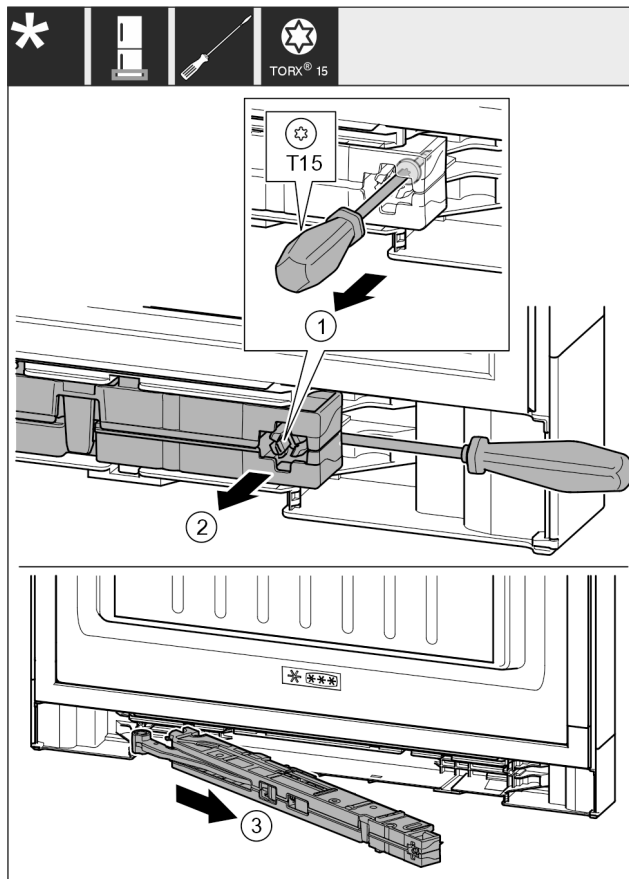

Fig. 17
- ▶ Soltar el tornillo de la unidad del amortiguador de cierre aprox. 14 mm con el destornillador T15. Fig. 17 (1)
- ▶ Con el destornillador, desplazar por el lado del tirador detrás de la unidad del amortiguador de cierre. Girar la unidad hacia delante. Fig. 17 (2)
- ▶ Extraer la unidad. Fig. 17 (3)